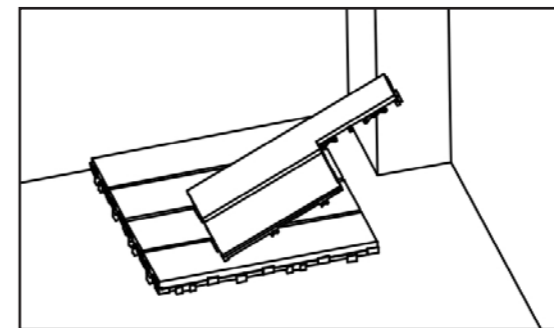

Bild 13
- 3 Ta golvplattan och kapa den med en cirkelsåg, bordscirkelsåg, fogsvans eller sticksåg. Använd alltid en klinga i hårdmetall för dessa verktyg (se bild 12). Den sista delen som kapas för detta hörn visas på bild 13.